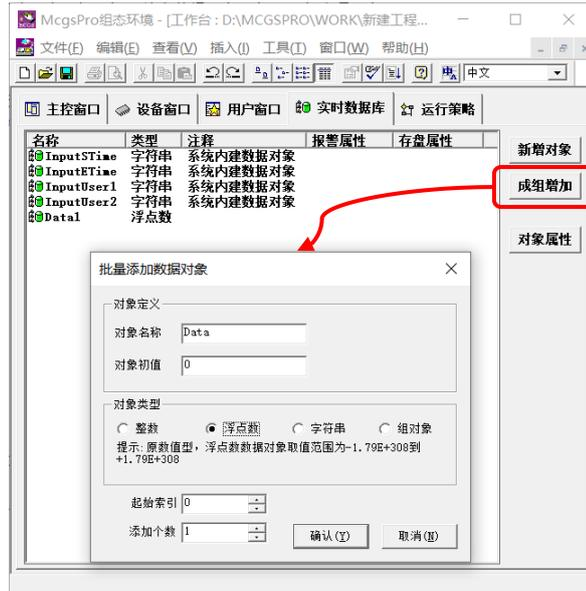

图 1.4-19 成组增加数据对象流程
(2) 成组数据对象添加：批量生成多个名称编号依次递增、数据类型相同的数据。选择“成组增加”按钮，弹出“批量添加数据对象”对话框，一次定义多个数据对象如图 1.4-19 所示，其中对象名称一栏，代表该组对象的主体部分，而“起始索引值”则代表第一个成员的“索引代码”，其他数据对象的主体名称相同，索引代码依次递增。批量添加的数据对象，其他特性如数据类型、工程单位都是一样的。批量修改具有相同